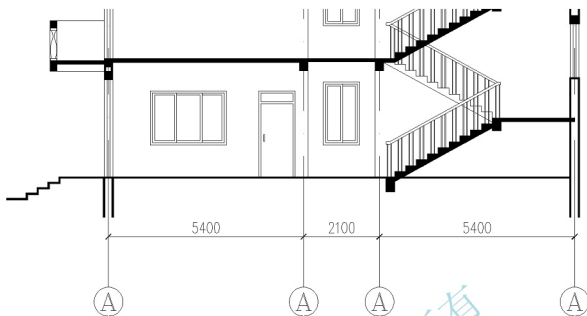

图 4.125 复制轴线编号
③ 在输入轴线编号 <1>:提示下，输入“A”后按 Enter 键结束命令。
④ 将上面插入的定位轴线复制到 B、C、D 轴线处，结果如图 4.125 所示。